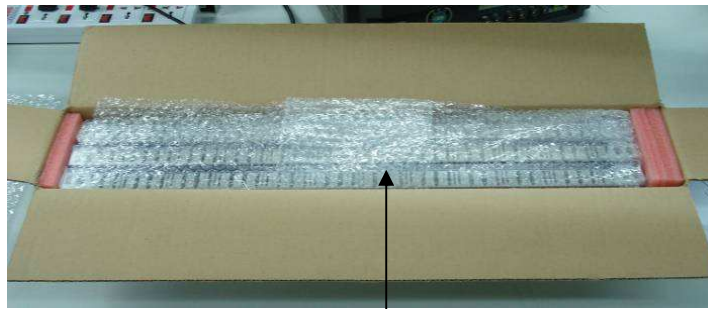

图 8:将TUBE朝同一方向整齐置于入箱中气泡垫之上，并用气泡垫裹包好TUBE.
5.9. Place tubes have packaged as 4 on the air cap in the same orientation and wrap tubes with air cap(see figure 8).
按4中规定将数条装好产品的tube朝同一方向整齐置于入箱中气泡垫之上，并用气泡垫裹包好TUBE(请参照图8)。